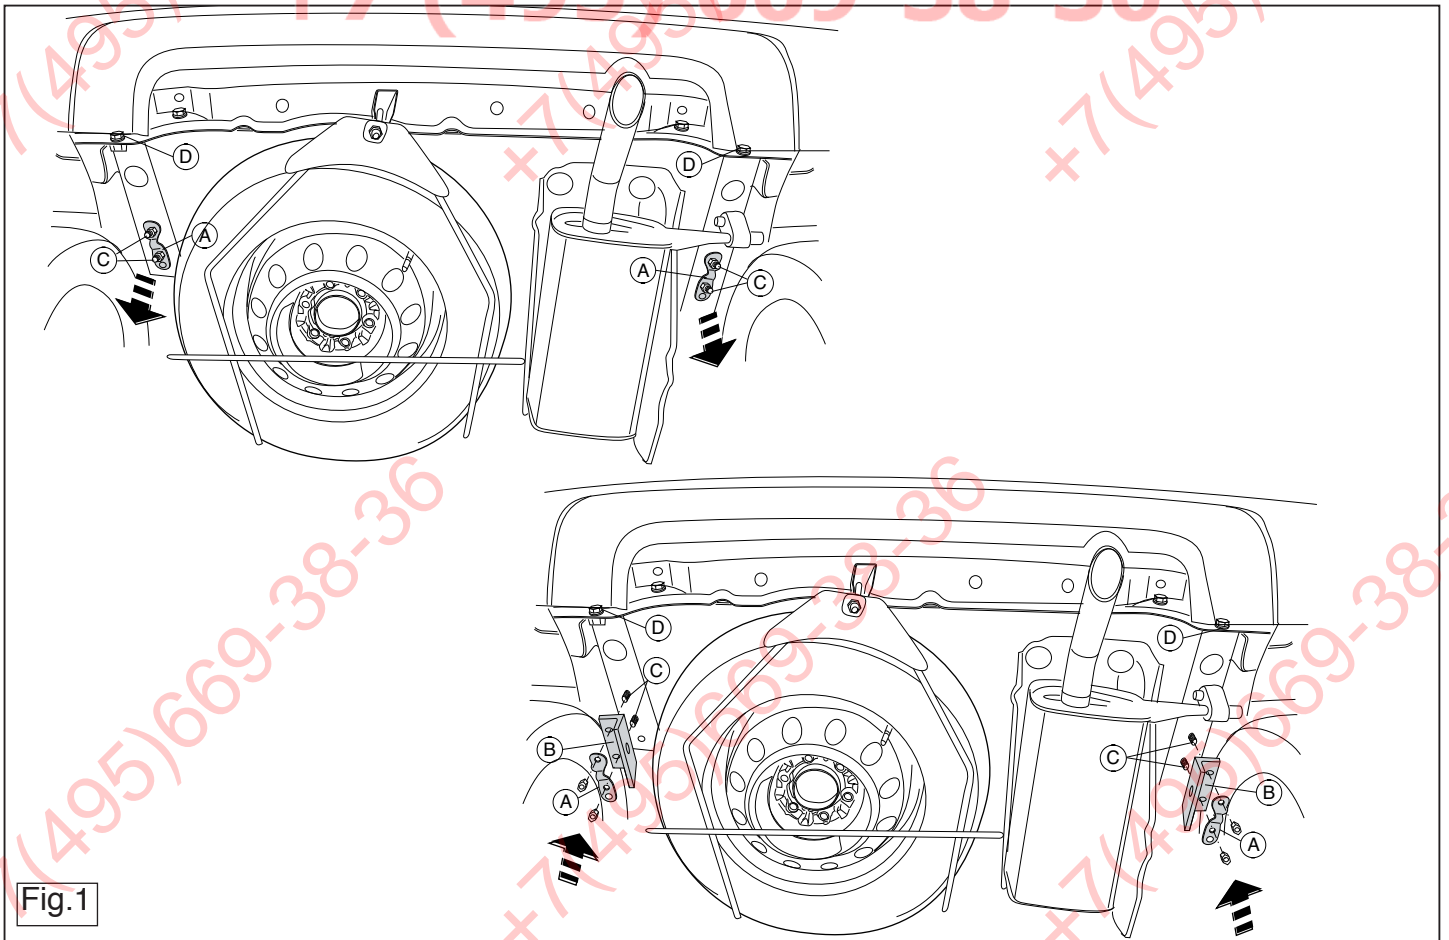

Fig.1
1. Remove if present supports A at the left and right. See figure 1.
2. Position supports B and attach them at points C, fitting the whole thing finger-tight. See figure 1.
1. Falls vorhanden die Halterungen A links und rechts abmontieren. Siehe Abbildung 1.
2. Die Halterungen B anlegen und bei den Punkten C halbfest anbringen. Siehe Abbildung 1.
1. Démontez si présents les supports A à gauche et à droite. Voir la figure 1.
2. Positionner les supports B et les fixer aux points C, monter l'ensemble sans serrer. Voir la figure 1.